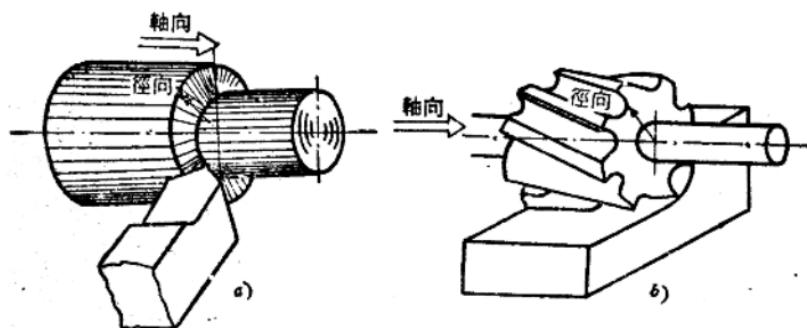

图 7 軸向和徑向示意图：
**6 軸向和徑向** 在圆柱体上，沿圆柱体轴心线方向叫轴向，顺着半径方向叫径向。例如图 7 a 是在车床上加工工件。当车削工件的圆柱面时，就产生一种向后推动力的力量，这个力量就叫径向力。同时在走刀时，还产生一种向右推动力的力量，这个力量就叫轴向力。车削时如果径向力很大，加工细长的工件就容易产生弯曲和振动。在钻孔时轴向力过大，容易使钻头产生弯曲或折断。
图 7 b 是在铣床上铣削工件。当铣削工件时，铣刀杆的弯曲就是由于铣刀在铣削时产生一种径向力的关系。如果铣刀刃口是螺旋形，在铣削时，便产生一种使铣刀沿轴向滑动趋势的力量，这个力量就叫轴向力。